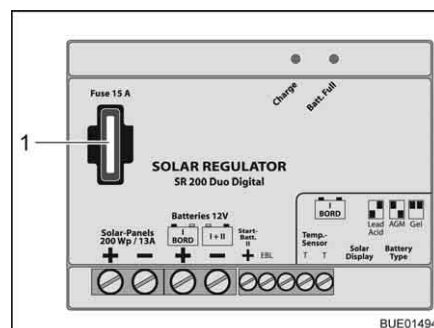

Fig. 174 Fusibile regolatore di carica del pannello solare 140/200 W
- Sostituire il fusibile piatto 15 A/blu (Fig. 174,1).